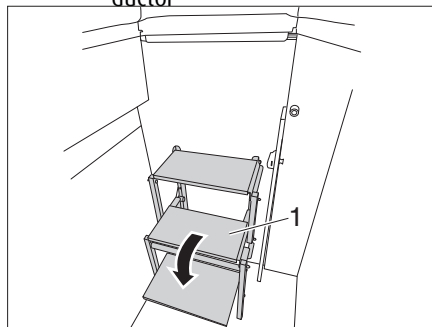

Fig. 58 Desplegar la escalera
- Desplegar la escalera (Fig. 58,1).
- Plegar la escalera (Fig. 58,1).